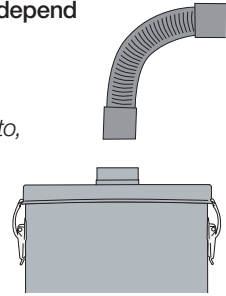

figure 5 | figura 5
2. **Remove the flexible hose from unit lid adaptor (figure 5).**
Retirer le flexible de l'adaptateur sur le couvercle de l'appareil (figure 5).